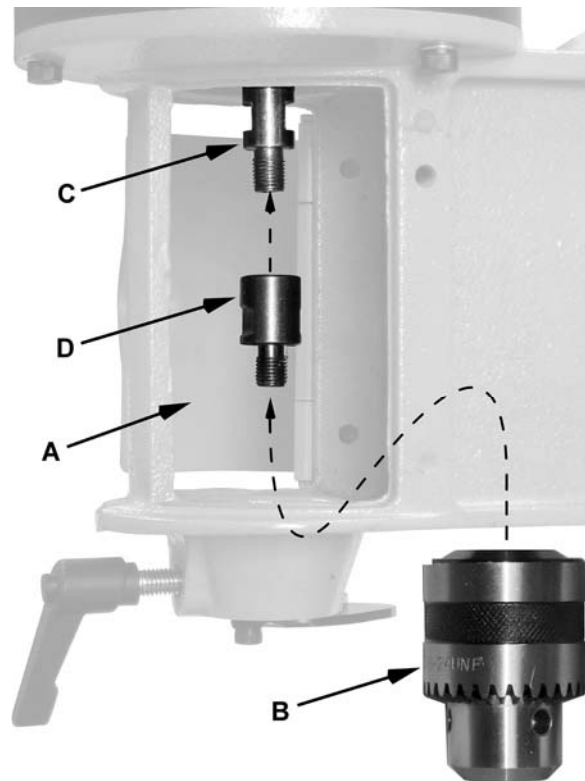

Figura 5
1. Abra la puerta (A).
2. Gire dos espaciadores de buje (B) lejos del cabezal (C).
3. Afloje el tornillo de candado (D).
4. Inserte el buje* del cincel (E) en el cabezal (C), alineando el agujero (F) con el tornillo candado (D).
5. Fije el *tornillo candado* (D) de tal forma que la punta roscada se extienda hacia el agujero (F) of the *bushing* (E), sosteniendolo en su lugar. El buje debe aun tener aproximadamente 1/4" de margen de maniobra vertical.
6. La *tolerancia del cincel al taladro* (vea Figura 5) es la tolerancia vertical entre el taladro y el cincel.
8. **Espaciadores** de posición (B) para que descansen contra el *buje sobre el labio* (J).